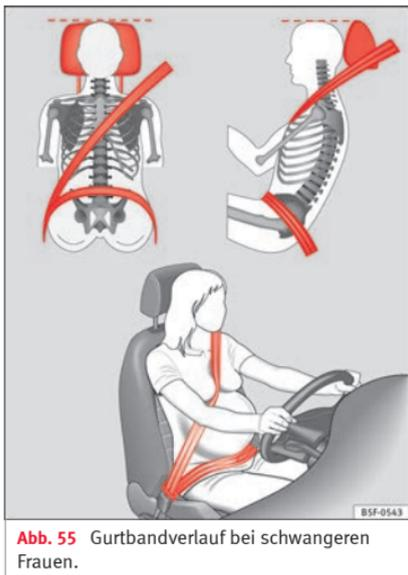

Abb. 55 Gurtbandverlauf bei schwangeren Frauen.
• Das Schultergurteil des Sicherheitsgurtes muss über die Schultermitte und niemals über den Hals verlaufen. Der Sicherheitsgurt muss flach und fest am Oberkörper anliegen »» **Abb. 55**.
• Das Beckengurteil des Sicherheitsgurtes muss vor dem Becken verlaufen und niemals über dem Bauch. Dabei muss der Gurt flach und fest am Becken anliegen »» **Abb. 55**. Ziehen Sie das Gurtband gegebenenfalls etwas nach.